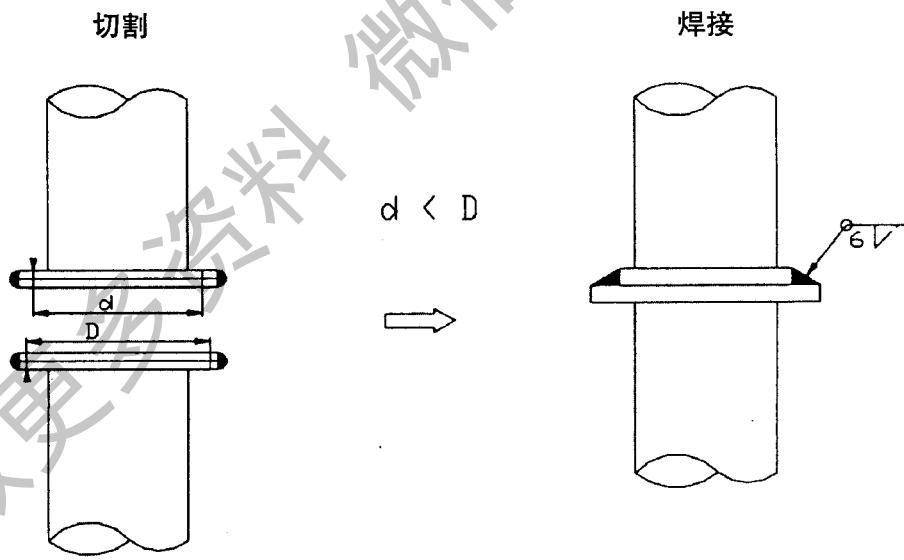

图 1-3 火焰切割和焊接详图
- ①打开蒸发—吸收器壳体上的辅助抽气阀，释放压力
- ②打开发生器上的运输阀，释放压力
- ③用火焰切割分割板，并拆下，如图 1-3 所示。
- ④组装时打磨切割处，使连接更平滑。